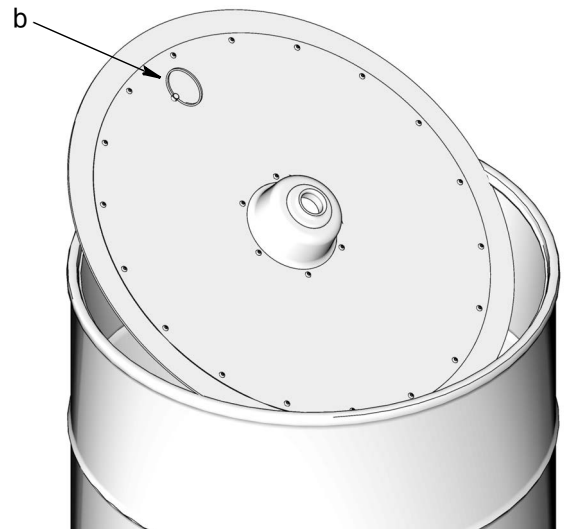

图 6
- 如果有安装，则伸到桶内拉动压油盘环 (b) 以卸下压油盘 (图 6)。将压油盘放在干净纸、硬纸板或无尘车间的抹布上。不要放在车间地板上。